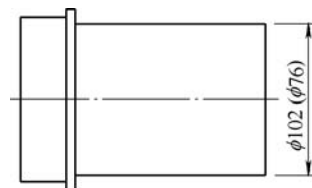

图7 心轴工装示意图
(2) 精车大、小圈外圆。待大、小垫圈内圆精加工后，分别以内圆为定位基准，利用心轴工装定位压紧（配合间隙 $0.02 \sim 0.04\text{mm}$ ），一次装夹30件，精车垫圈外圆至尺寸。心轴工装结构如图7所示。